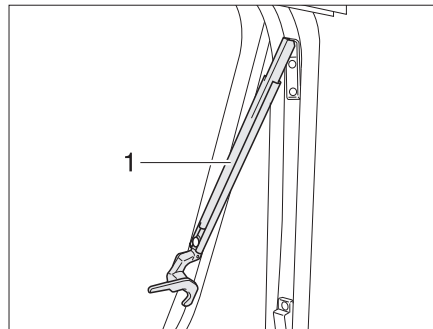

Fig. 58 Ventana abatible con soportes automáticos, abierta
- Abrir la ventana abatible hasta la posición de enclavamiento deseada. El soporte automático (Fig. 58,1) engatilla automáticamente.